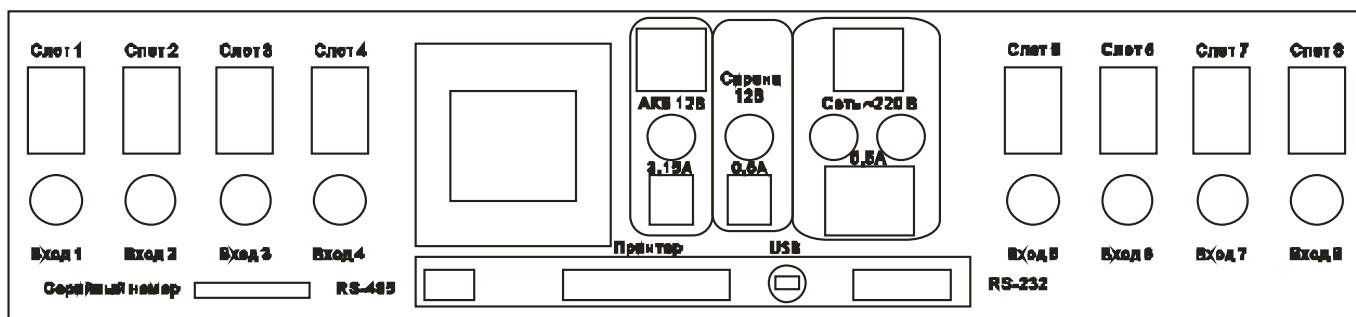

Рисунок 3 – Задняя панель ЦСМ «Радиус-1000»
1.4.1.4 На задней стенке корпуса ЦСМ размещены (рисунок 3):